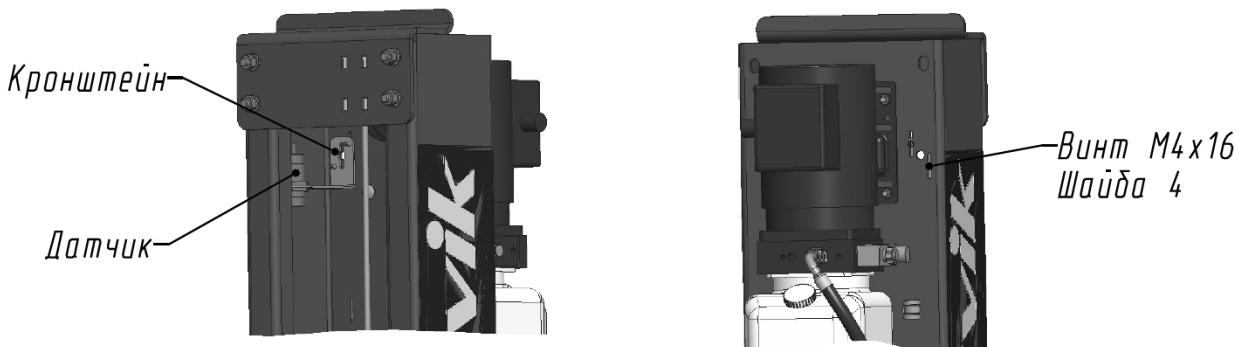

Рисунок 6 - Установка датчика верхнего положения каретки
6.11 Установка и настройка систем автоматического отключения привода насосной станции.(см. Рисунок 6)
6.11.1 Система автоматического отключения привода насосной станции срабатывает при достижении каретки крайнего верхнего положения (~ 1750 мм от основания стойки). Датчик верхнего положения кареток с кронштейном снимается при упаковке и поэтому его следует заново установить на верху правой стойки. Винты M4x16 (см. Рисунок 6) необходимо располагать в пазах стойки в среднем положении.